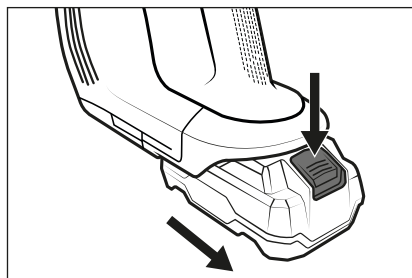

Fig. 13
- ◆ Pour retirer la batterie 2 de l'appareil, maintenez la touche de déverrouillage de la batterie 1 enfoncée et retirez la batterie 2 de l'appareil (voir fig. 13).